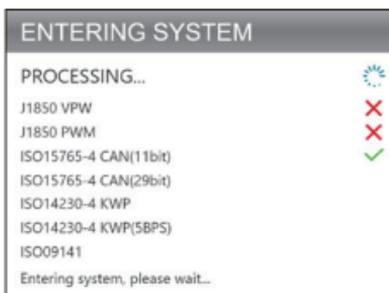

Figura 3.2.1
1. Una volta entrati nella funzione OBD-II, lo strumento di scansione comunica automaticamente con il computer di bordo per determinare il protocollo di comunicazione. Dopo che è confermato, il collegamento è stabilito. (Vedi Figura 3.2.1)